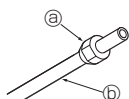

Fig. 5-5
5.2.3. Colocação da porca (Fig. 5-5)